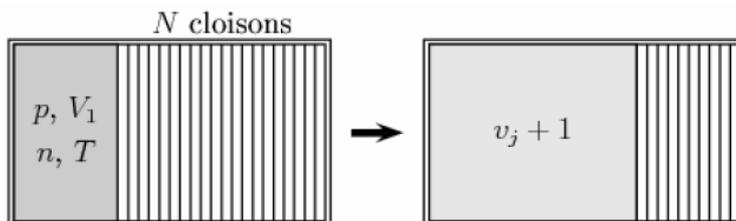

Figure 4 : détente de Joule Gay Lussac quasistatique.
3.2. On opère cette fois-ci de façon quasi statique à l'aide d'un récipient comportant $N+1$ compartiments, N étant très grand devant 1. Le premier compartiment contenant initialement le gaz a toujours le même volume V_1 . Le reste du récipient de volume V_2 est subdivisé en N petits compartiments de volumes δV séparés par des cloisons (fig.4).